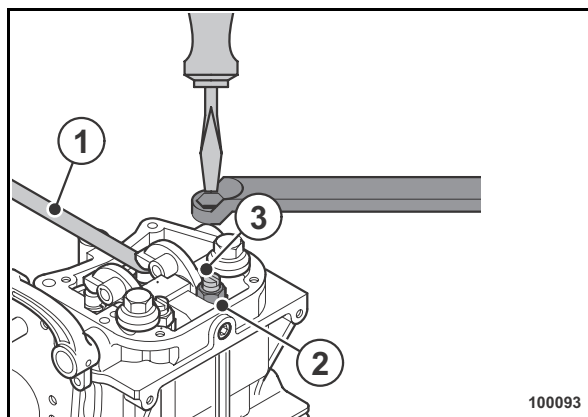

Fig. 65
- Comprobar el juego de válvulas con una galga de espesores (1) (Fig. 65) en ambas válvulas.
- Para ajustar el juego de válvula soltar la tuerca hexagonal (2) (Fig. 65).
- Con un destornillador ajustar el tornillo de ajuste (3) de forma que la galga de espesores se puede pasar entre balancín y vástago de la válvula con una resistencia justo notable, después de haber reapretado la tuerca hexagonal (3).